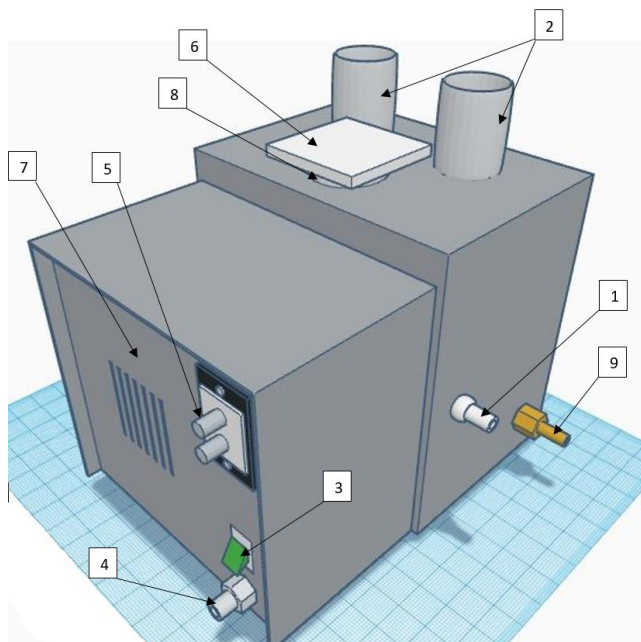

Рис.1 Увлажнитель
- 1) Установите Увлажнитель (Рис.1) в место эксплуатации;
- 4) Подключите воду к вводу воды 1 (рис.1) бака Увлажнителя через систему очистки воды обратного осмоса;
- 6) Подключите Увлажнитель к сети электропитания (~220В, 50Гц) и отрегулируйте требуемый режим работы по таймеру 5 (Рис.1). Верхняя ручка – время работы (до 6-ти минут), нижняя ручка – время паузы (до 6-ти минут);
- 7) Отрегулируйте уровень мощности выдува тумана регулятором 7 (Рис.1);